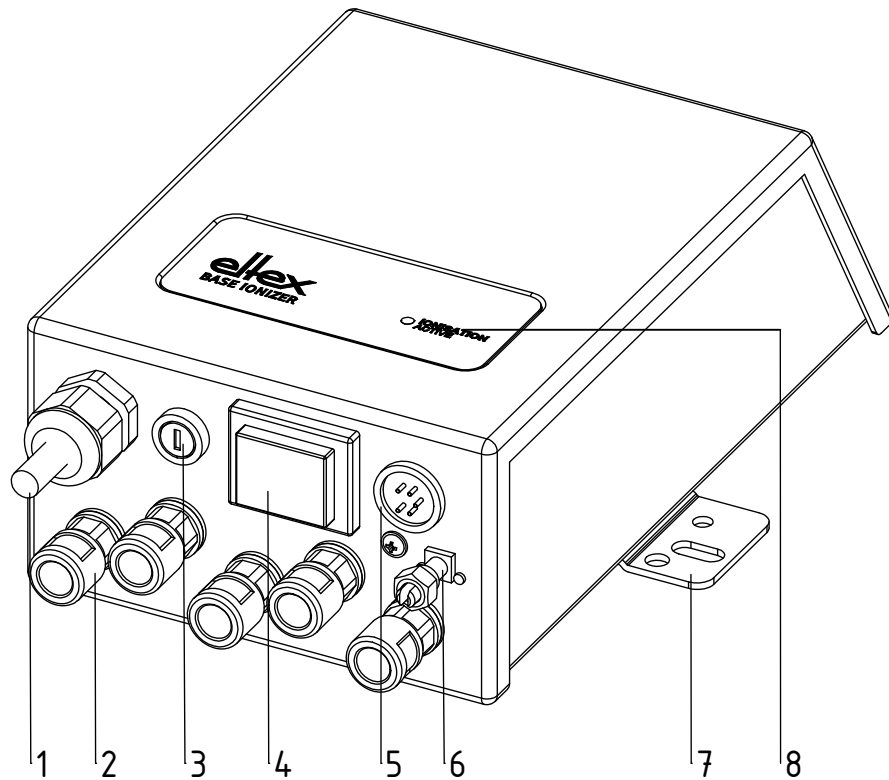

Abb. 1:
- Vor der Inbetriebnahme des Netzgerätes ist darauf zu achten, dass das Gerät über die Erdungsklemme (5, Abb. 1) dauergeerdet ist. Das Erdungskabel sollte einen Mindestquerschnitt von 1,5 mm² aufweisen (siehe Kapitel 3.2 "Erdung", Seite 10).
Über die Erdungsklemme (5, Abb. 1) muss eine dauerhafte Erdverbindung hergestellt werden. Das Erdungskabel sollte einen Mindestquerschnitt von $1,5 \text{ mm}^2$ aufweisen.
Die Versorgungsspannung wird über die Netzanschlussleitung (1, Abb. 1) mit einem Schutzkontaktstecker (je nach Kabelausführung) angeschlossen.